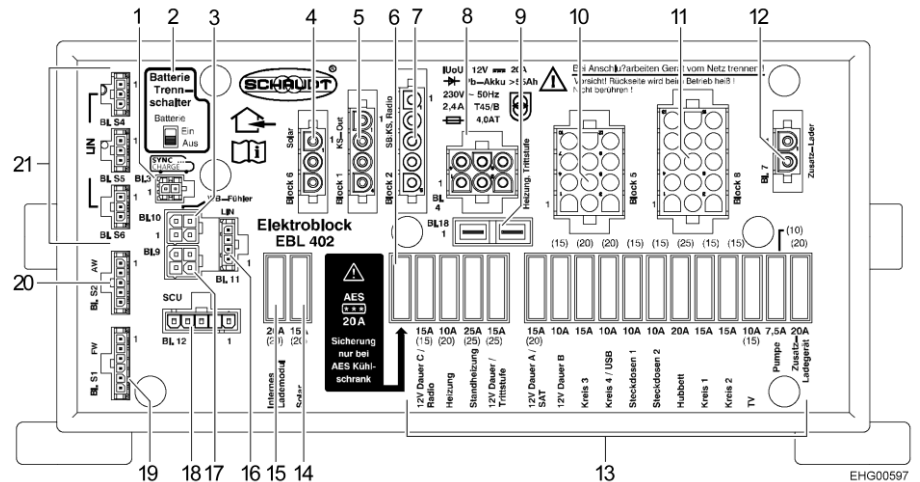

Fig. 91 Bloc électrique
- Pousser l'interrupteur-séparateur de batterie (Fig. 91,2) du bloc électrique sur la position "Aus" (arrêt). L'interrupteur-séparateur de batterie coupe tous les consommateurs qui sont alimentés par le bloc électrique de la batterie de cellule.
- Pousser l'interrupteur-séparateur de batterie (Fig. 91,2) du bloc électrique sur la position "Ein" (marche).